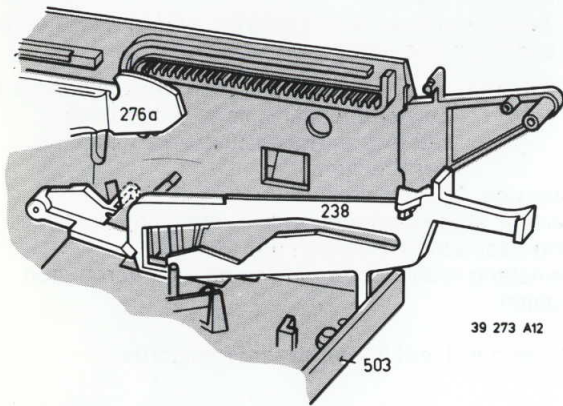

Fig. 3-1-22
- Zo ver rijgen dat de liftaandrijfhefboom pos. 276-b verticaal staat.
- De liftklephefboom naar links eruit trekken (Fig. 3-1-22).